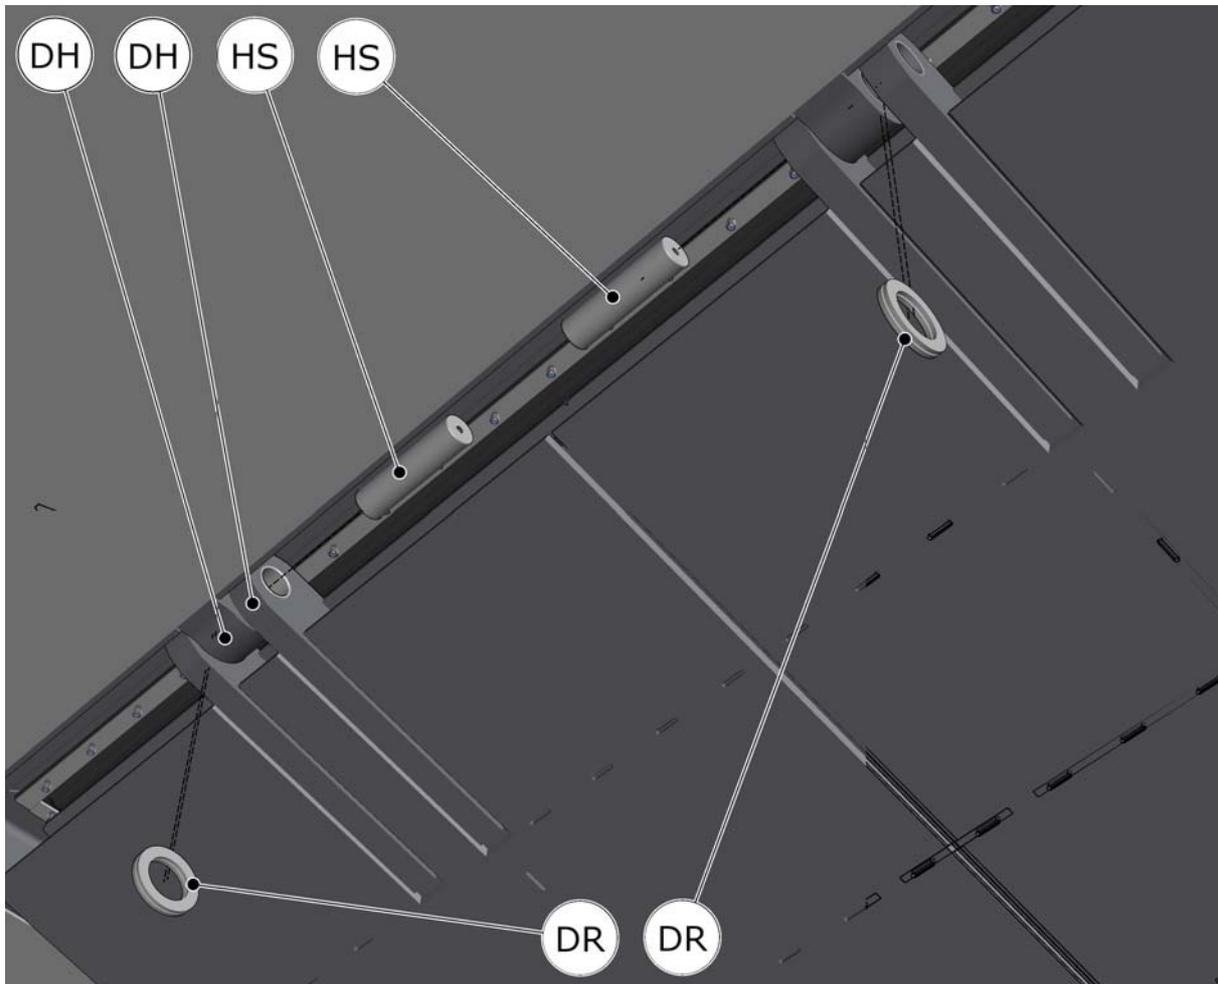

Figure 35 Démontage de la porte de fond
2. Retirez les axes de charnière (HS, Figure 35) des charnières de la porte (DH).